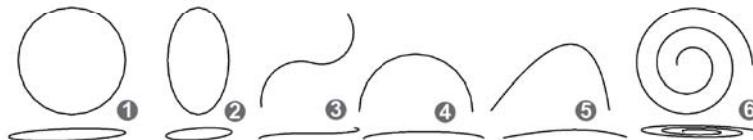

图 1.3.1 平面规则曲线
(1) 平面规则曲线: 凡曲线上所有的点都属于同一平面, 则该曲线称为平面曲线。常见的圆、椭圆、抛物线和双曲线等可以用二次方程描述, 见图1.3.1。平面曲线的投影性质从略。